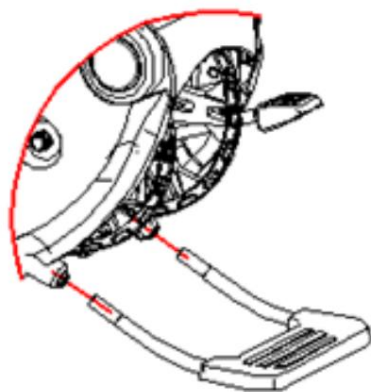

Fig. 4-1 : Assemblage du repose-pieds
1. Insérez les tubes métalliques dans le repose-pieds et fixez-les au tube principal jusqu'à ce que le bouton-poussoir s'enclenche. Vérifiez que les roues sont correctement fixées en tirant légèrement dessus (Fig. 4-1).